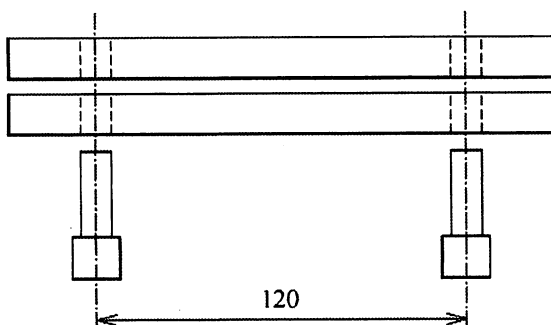

図 2
- (1) 図 2 に示すように、直径 10.00mm のピンを通して位置決めするための板を機械加工で普通寸法公差の中級を指定して 1 枚ずつ複数製作するとき、以下の(i), (ii)に答えよ。